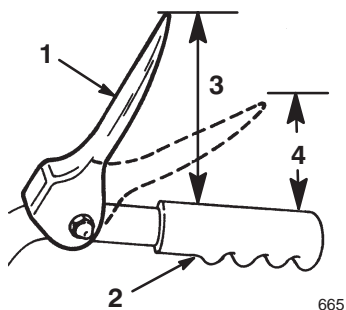

Figure 6
2. Réglez la position des deux écrous à bride sur la tige de commande de traction vers le haut ou vers le bas pour que l'extrémité de la manette de commande de traction soit à environ 11 cm du haut de la poignée (Fig. 6).
Remarque : Le réglage est correct si les roues cessent de tourner quand le bout de la manette de commande de traction est à une distance de 2,5 à 5,0 cm du haut de la poignée (Fig. 6).